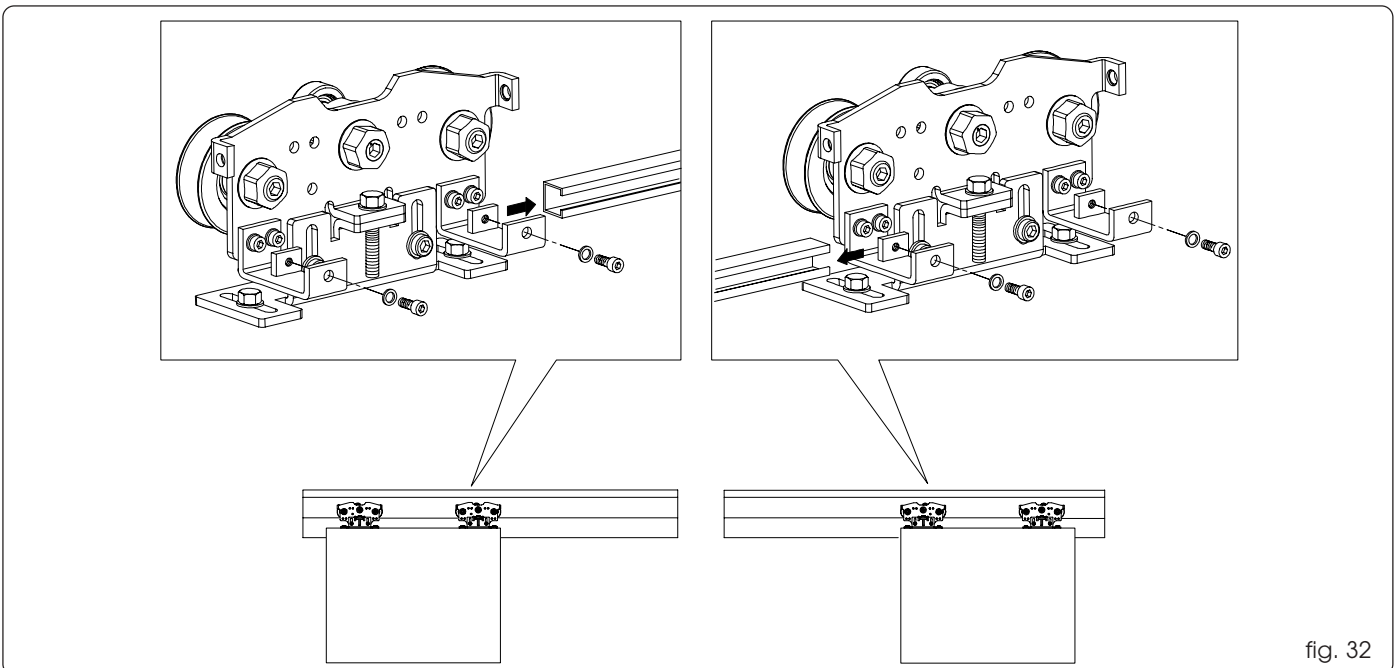

fig. 32
- Bring de vleugel in geopende positie (fig. 32).
- Steek twee plaatjes met schroefopening in de verplaatsingsstang (fig. 32).